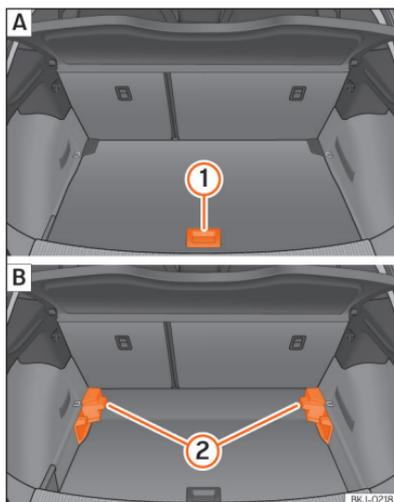

Abb. 139 Variabler Gepäckraumboden: **A** Hochstellung; **B** Tiefstellung.
- Um von der niedrigen in die hohe Position überzugehen, heben Sie den Boden am Haltegriff »» (Abb. 139) ① an und ziehen Sie ihn nach hinten, bis der vordere Teil des Bodens vollständig über den Halterungen ② liegt.
- Den Gepäckraumboden nun bis zum Anschlag an den Rücksitzlehnen nach vorne schieben und mit Hilfe des Haltegriffs ① absenken.
- Um von der hohen in die niedrige Position überzugehen, heben Sie den Boden am Haltegriff »» (Abb. 139) ① an und ziehen Sie ihn nach hinten, bis der vordere Teil des Bodens vollständig über den Halterungen ② liegt.
- Den vorderen Teil auf den Boden absenken und diesen bis zum Anschlag an den Rücksitzlehnen nach vorn verschieben und dabei den Boden gleichzeitig mit Hilfe des Haltegriffs ① absenken.
- Bei einem variablen Boden in hoher Position diesen am Haltegriff anheben »» (Abb. 139) ①, daran ziehen und in Richtung der Rücksitzlehne bewegen bis der Boden an der Scharnierlinie eingeklappt wird und sich der bewegliche Teil des Bodens auf diesem befindet.